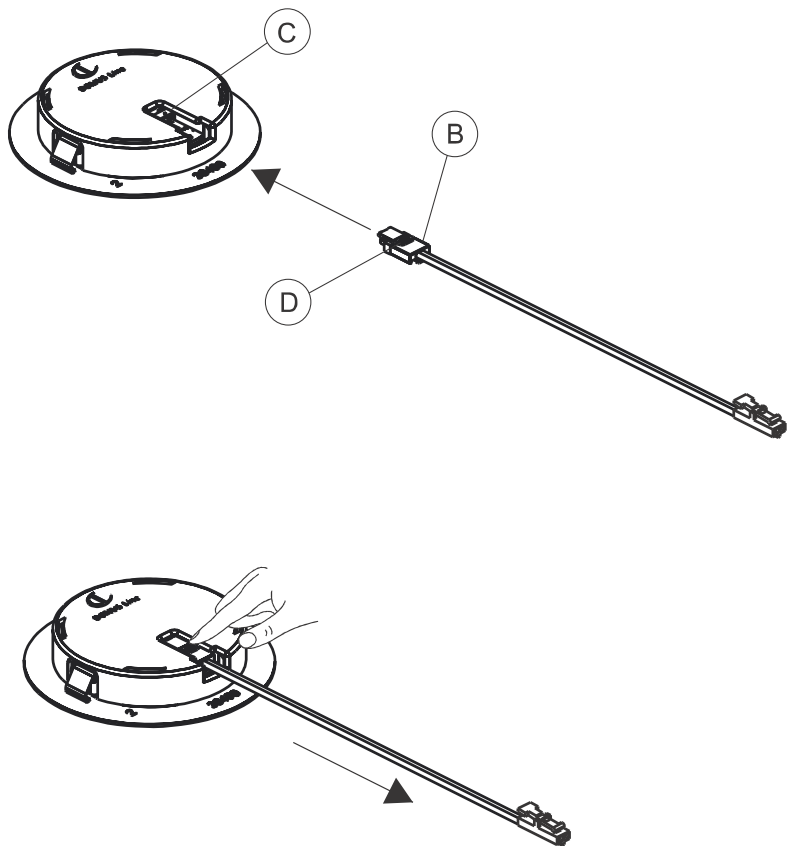

Fig 5
- **HAMPTON 2.0** verziójú készülékek esetén a lámpatest és a bekötő kábel csatlakozása oldható Lásd Fig. 5. Győződjön meg róla, hogy a biztonsági retesz (D) minden lámpa esetében megfelelően zár.